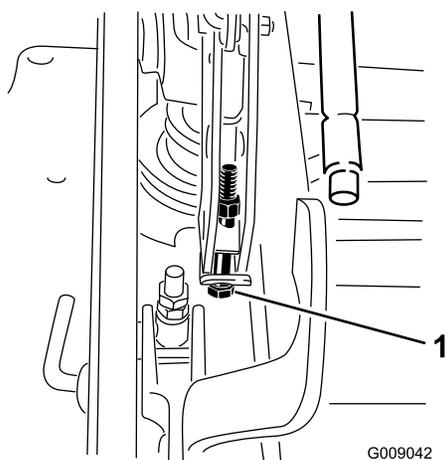

Figure 87
15. Si le plateau est trop bas, serrez le boulon de réglage monopoint dans le sens horaire. Si le plateau est trop haut, desserrez le boulon de réglage monopoint dans le sens antihoraire (Figure 87).